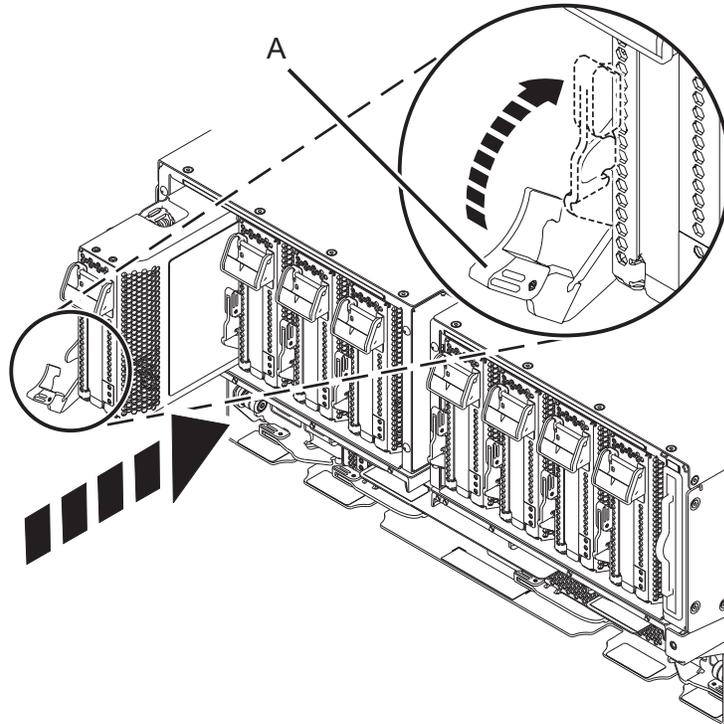

Abbildung 21. PCIe-Adapterkassette im System installieren
- a. Fassen Sie die Adapterkassette, wenn die Kassettengriffe geöffnet sind (A), vorsichtig an ihren Kanten an und richten Sie sie dann am Steckplatz aus. Siehe Abb. 21 auf Seite 22.
- c. Wurde die Kassette vollständig in den Steckplatz eingesetzt, drehen Sie den terrakottafarbenen Kassettengriff (A) in die in Abb. 21 auf Seite 22 dargestellte Richtung, um die Adapterkassette im Steckplatz einrasten zu lassen.